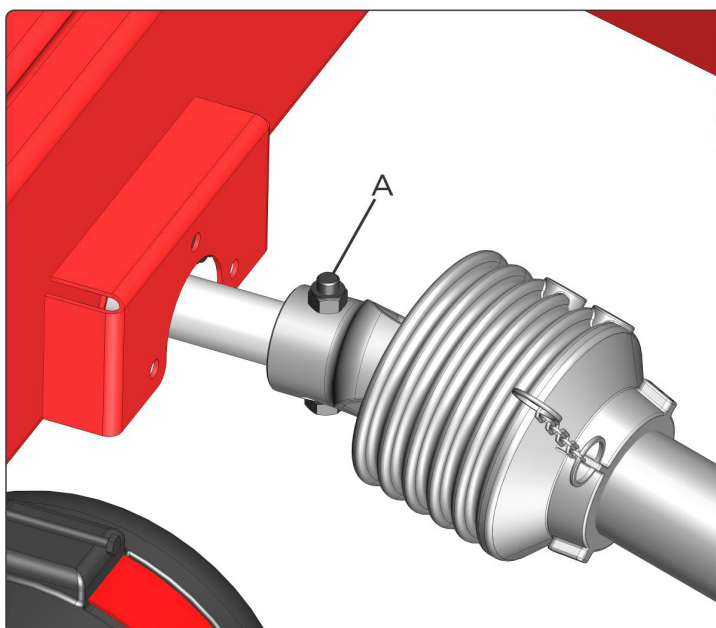

fig. 19
Al finalizar el trabajo es importante realizar la limpieza del tubo para que no quede producto acumulado dentro de este. Esto puede provocar una posible rotura del tornillo (A) (fig. 19), además de posibles daños en la caja de transmisión y embrague electromagnético (si viene incorporado), debido a que el producto se secó dentro del tubo. Teniendo este cuidado con el equipo, usted garantiza un mejor aprovechamiento y vida útil de los componentes de transmisión.